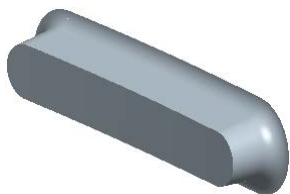

图 31.21 合并后
Step7. 将复制 3 与复制 4 合并为合并 3，合并结果如图 31.21 所示。按住 **Ctrl** 键，选取复制 3 与复制 4；单击 **分型面** 操控板中 **编辑** ▾ 区域的 **合并** 按钮，此时系统弹出“合并”操控板；在操控板中单击 **选项** 按钮，在“选项”界面中选中 **相交** 单选项；合并方向如图 31.22 所示，确认无误后，在“合并”操控板中单击 按钮。